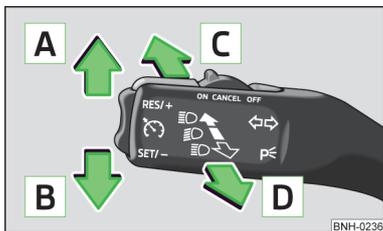

Fig. 22
- Tirar de la palanca del intermitente » fig. 22 de la página 45 hacia el volante y, al mismo tiempo, desplázcala hacia abajo y manténgala en esta posición.
- Tirar de la palanca del intermitente » fig. 22 de la página 45 hacia el volante y, al mismo tiempo, desplazarla hacia arriba y mantenerla en esta posición.
Posiciones de la palanca de mando » fig. 22
- > Colocar la palanca de manejo en posición [A] o bien [B] hasta el tope » fig. 22 de la página 45 - la luz de posición en el lado derecho o izquierdo del vehículo se conecta.